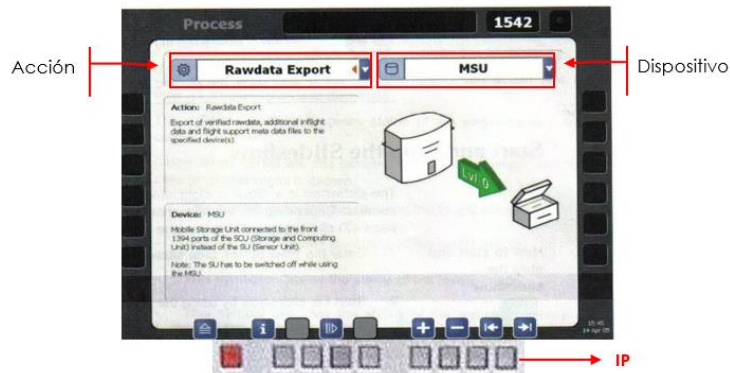

Figura 35. Ventana “Manage Process” (ejemplo MSU)
11. Cuando el proceso de limpieza haya finalizado el 100% se activa el botón  presione en el panel de interfase (IP) este botón para desplegar la ventana Manage Process Figura 35.
12. Presione en el panel de interfase (IP) el botón  hasta que el campo acción quede resaltado, Figura 35.
14. Presione en el panel de interfase (IP) el botón  hasta que el campo dispositivo quede resaltado, Figura 35.